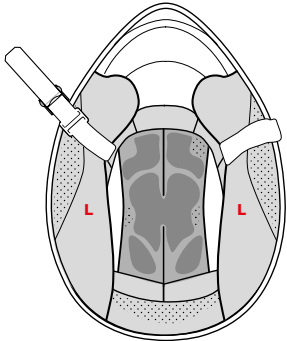

FIGURE 9
**Doublures internes latérales: MOUSSES DE JOUES — L —** Figure 9